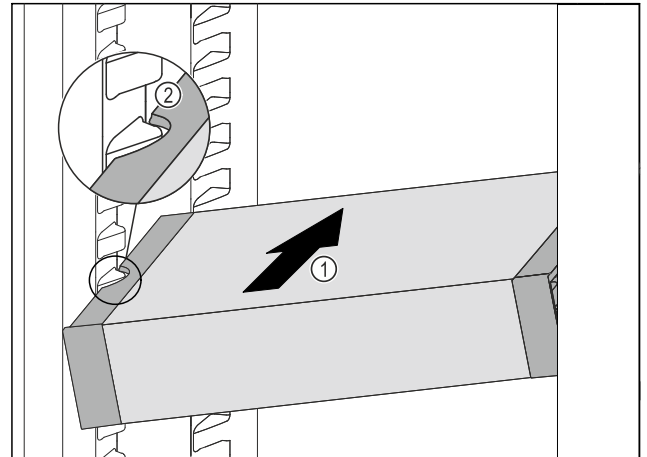

Fig. 120
- ▶ VarioSafe schräg in das Kühlteil einschieben Fig. 120 (1), bis sich die seitlichen Aussparungen Fig. 120 (2) des VarioSafes auf Höhe der Behälterrippe im Kühlteil befinden.